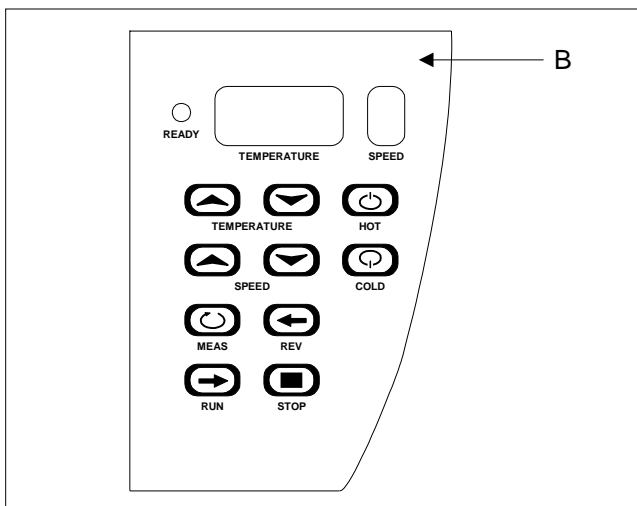

Fig. 2
B. CONTROL PANEL: Fig. 2
B. PANNELLO DI CONTROLLO: Fig. 2